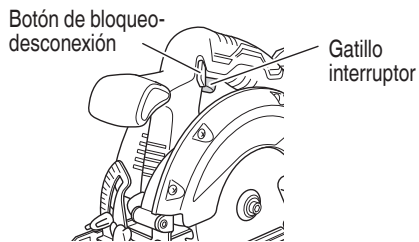

Fig. 12
- (1) Bloqueo del interruptor. Con el fin de garantizar un funcionamiento seguro, en el lado del asidero hay un "Botón de bloqueo-desconexión". Cuando el gatillo esté en posición ON se encenderá una lámpara piloto. (Fig. 12)
- (2) Gatillo. Después de haber bloqueado el interruptor, aunque suelte el dedo del botón de bloqueo-desconexión, la herramienta continuará funcionando y la lámpara LED encendida mientras mantenga presionado el gatillo interruptor. Si libera el gatillo, puede desactivar el interruptor y el "Botón de bloqueo-desconexión" regresa a la posición original automáticamente y también se apaga la luz LED.